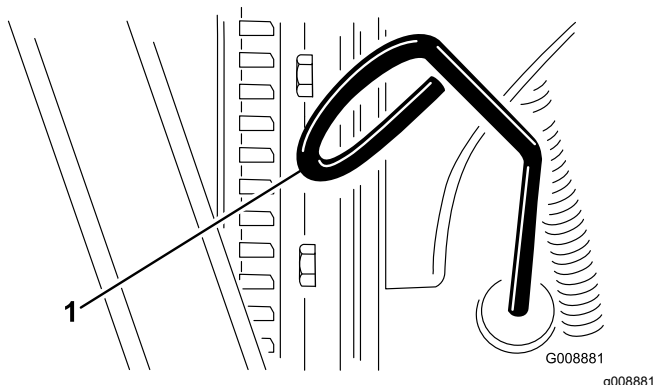

Figura 63
3. Retire la varilla (Figura 63) y límpiela con un paño limpio.